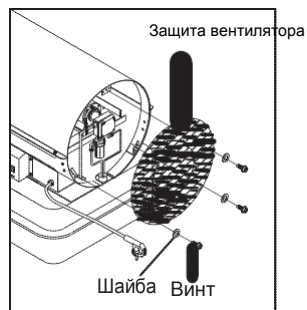

Рис. 12. Снятие защиты вентилятора
- Удалить защиту вентилятора (рисунок 12)